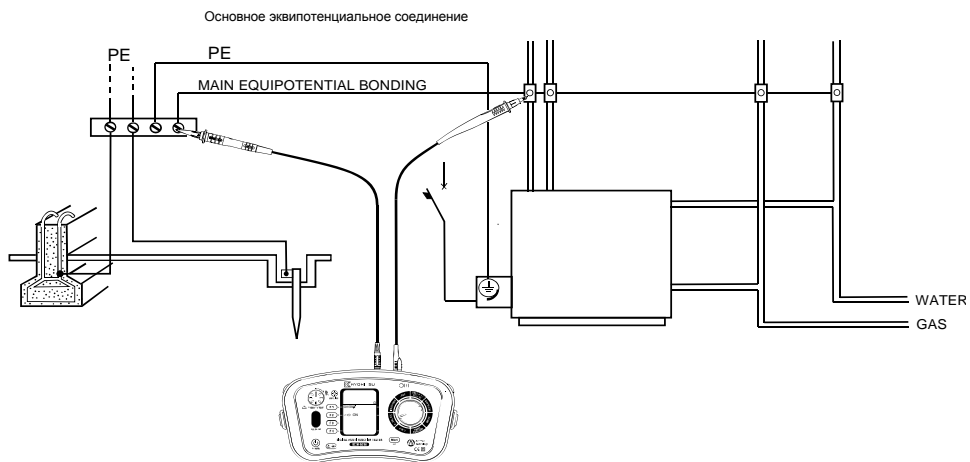

Рис.14 Пример прозвонки цепи при эквипотенциальном соединении.
- 6 **Убедитесь, что цепь обесточена.** Подсоедините измерительные щупы к тестируемой цепи (см. Рис.14 Типичное подсоединение). Имейте в виду, что если цепь не обесточена, на индикаторе отобразится сообщение «Цепь под напряжением». Но в любом случае, сначала убедитесь, что это действительно так!